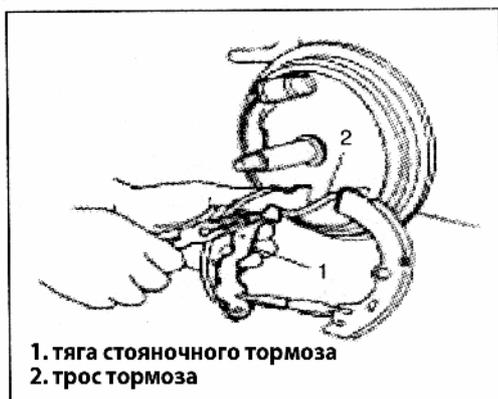

Рис. 633
- Снимите трос стояночного тормоза со щитка тормоза (Рис. 633). См. процедуру разборки щитка тормоза.